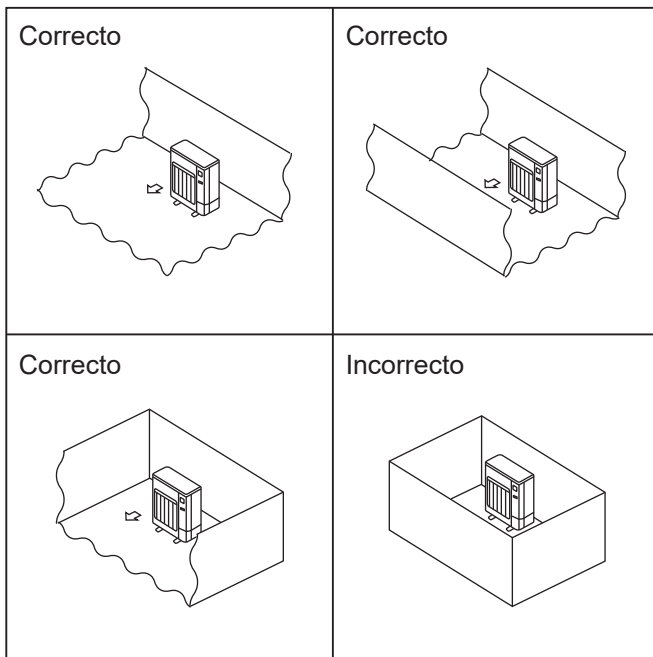

Fig. 2-2
- Ⓢ Instale las unidades exteriores en un lugar donde al menos uno de los cuatro lados esté abierto, y en un espacio lo suficientemente grande y no elevado. (Fig. 2-2)